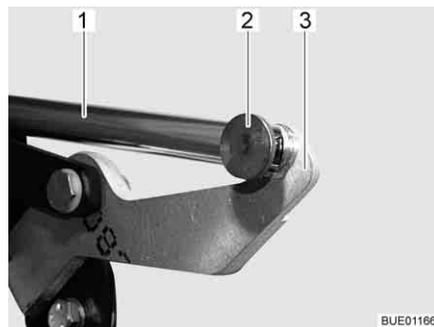

Fig. 109 Accionamiento
- Desmontar la unión (p. ej. la clavija hendida y el perno) (Fig. 109,2) entre la biela (Fig. 109,1) y la palanca (Fig. 109,3).